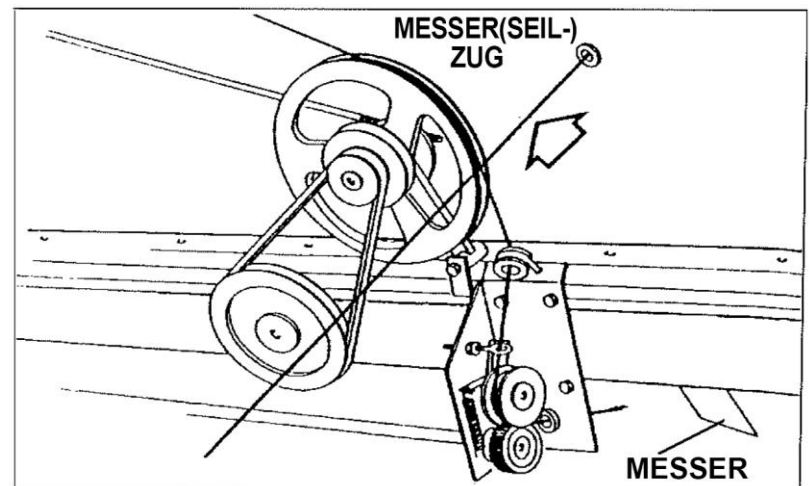

Abb. 7
5. Für kurzes Material ist die Doppelbindefunktion ratsam. Dafür das Messerseil (Abb. 7) ziehen, so dass das Messer außer Betrieb gesetzt wird und der Bindfaden zweimal den Ballen umwickeln kann.